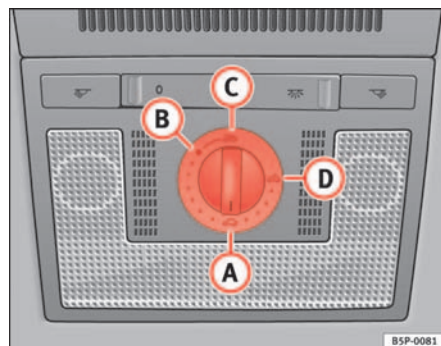

Fig. 71 Detalle del revestimiento interior del techo: mando giratorio del techo corredizo / deflector
- Gire el mando a la posición **A** ⇒ fig. 71 ⇒ ⚠.